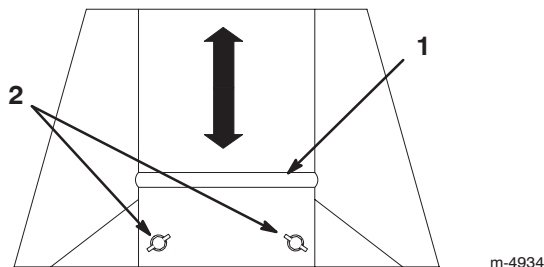

Figure 7
2. Desserrez les 2 écrous sur la plaque ; remontez la plaque si l'herbe est courte et sèche, ou abaissez-la si l'herbe est longue et humide (Fig. 7).